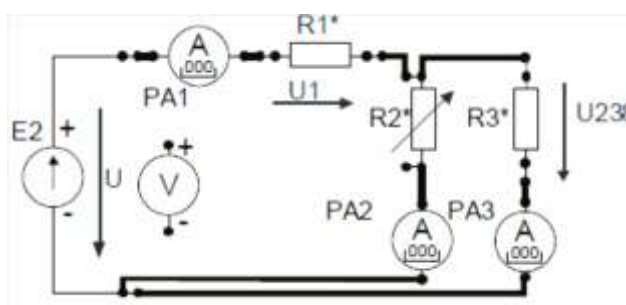

Рисунок 1
2. Собрать цепь со смешанным соединением резисторов (рис. 1).